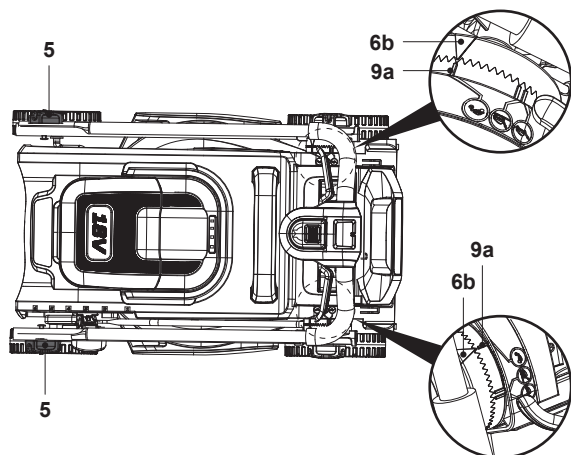

Fig. 26
9. Para poupar espaço, também pode dobrar a pega superior, fixar as ligações (5, 8) e assegurar-se de que o triângulo de indicação (6b) está alinhado com o indicador de estacionamento (9a) para evitar a dispersão (Fig. 26).